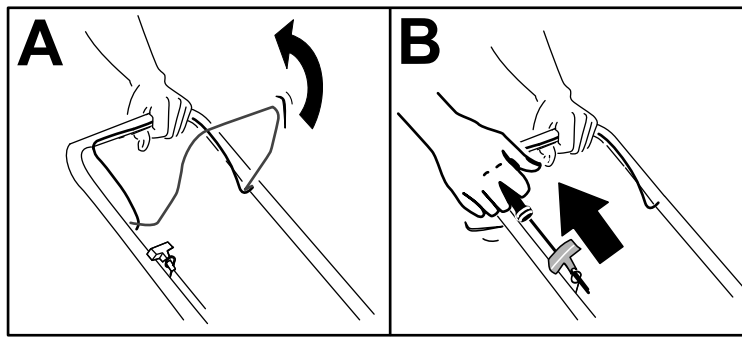

Figura 16
2. Tire de la barra de control de la cuchilla hacia el manillar superior, y sujétela en esa posición (Figura 16, A).
3. Tire suavemente del arrancador de retroceso hasta que note resistencia, luego tire con fuerza y deje que vuelva a la guía de cuerda del manillar (Figura 16, B).